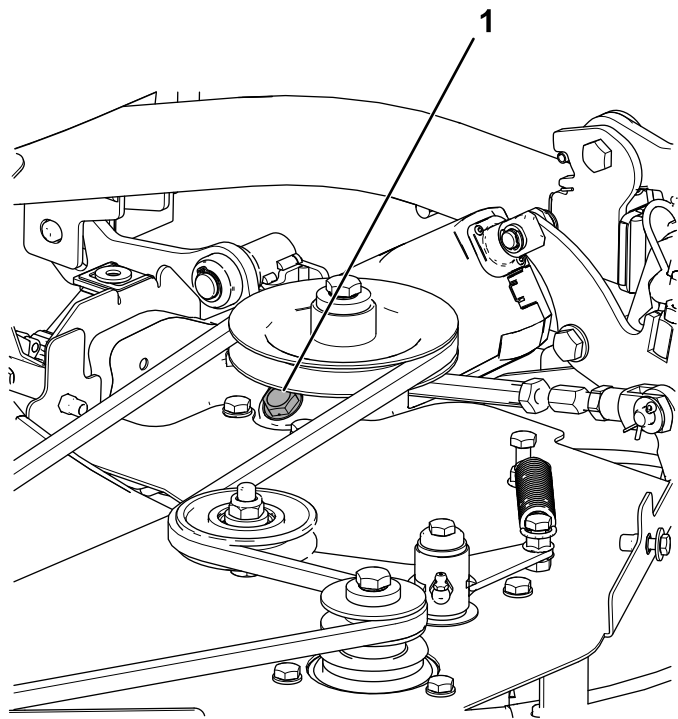

図 94
1. カuttingユニットのギアボックスのプラグを外す 図 94。
3. カuttingユニットのギアボックスのプラグを取り付ける 図 94。